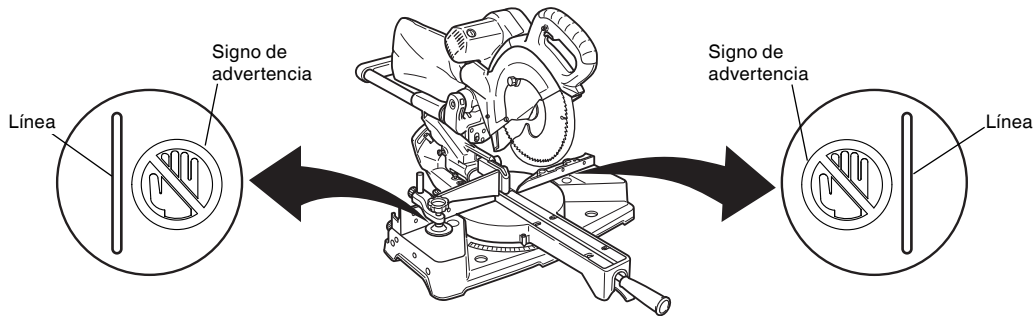

Fig. 22
- * No coloque nunca sus miembros dentro de la línea cerca del signo de advertencia mientras esté utilizando la herramienta. Esto podría resultar peligroso (consulte la Fig. 22).